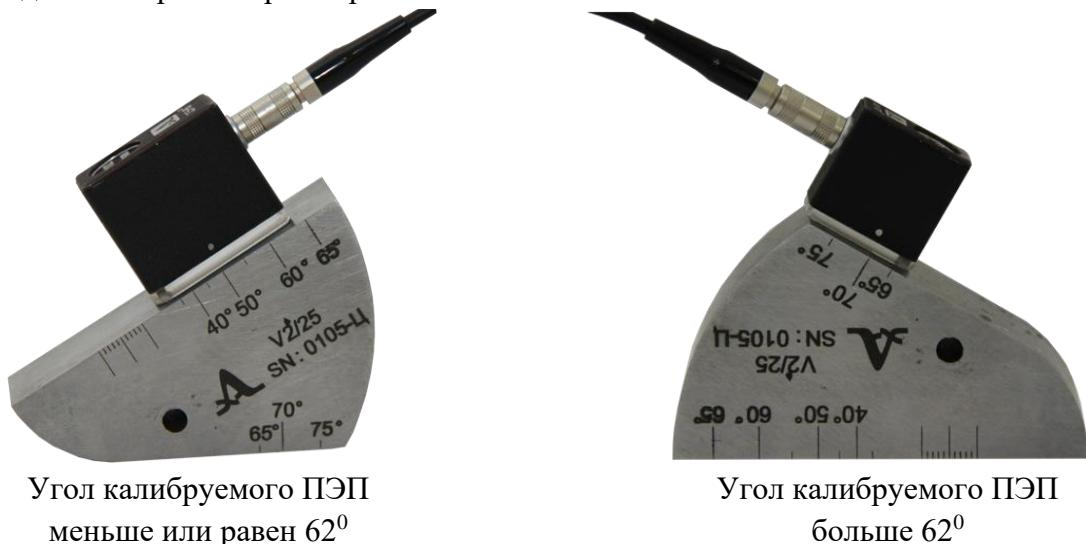
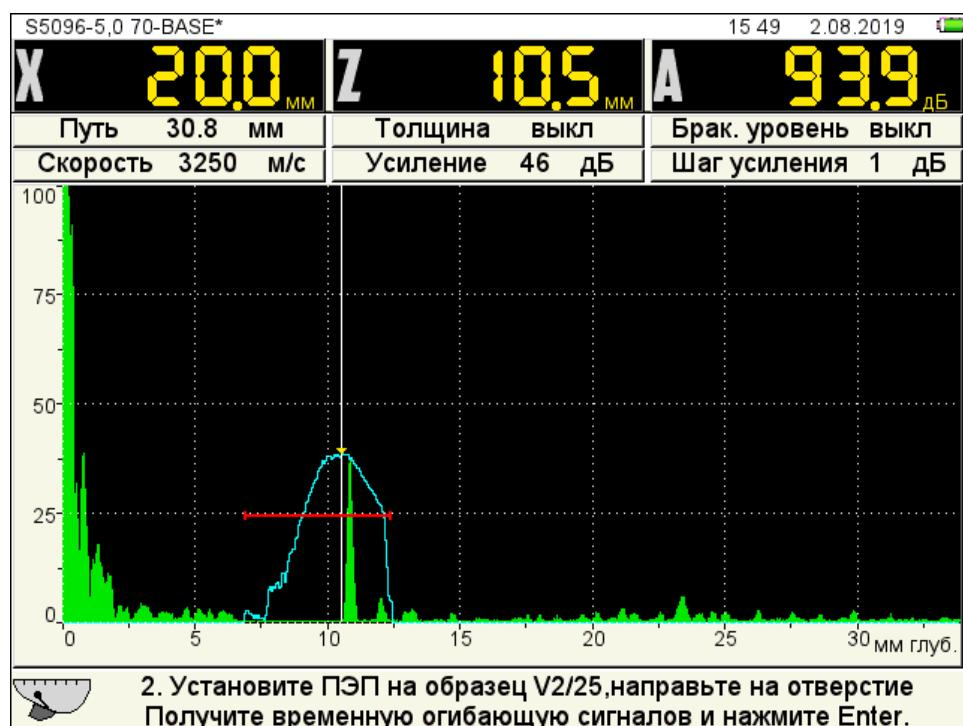

Рисунок 44
Рисунок 45
- просканировать отверстие в образце (рисунок 44), получить временную огибающую сигналов (рисунок 45) и нажать клавишу **Enter**;